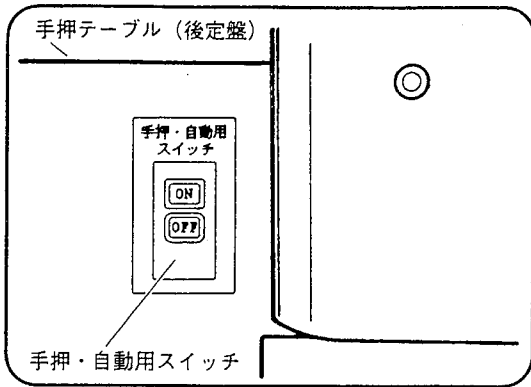

図 49
- (1) 過負荷保護装置が作動すると、送材ローラが停止します。(かな胴はまわっています)
- (2) 手押・自動用スイッチを切ります。(図 49)
- (3) 過負荷となる原因を取り除き、約10秒後に手押・自動用スイッチを入れて作業を再開してください。